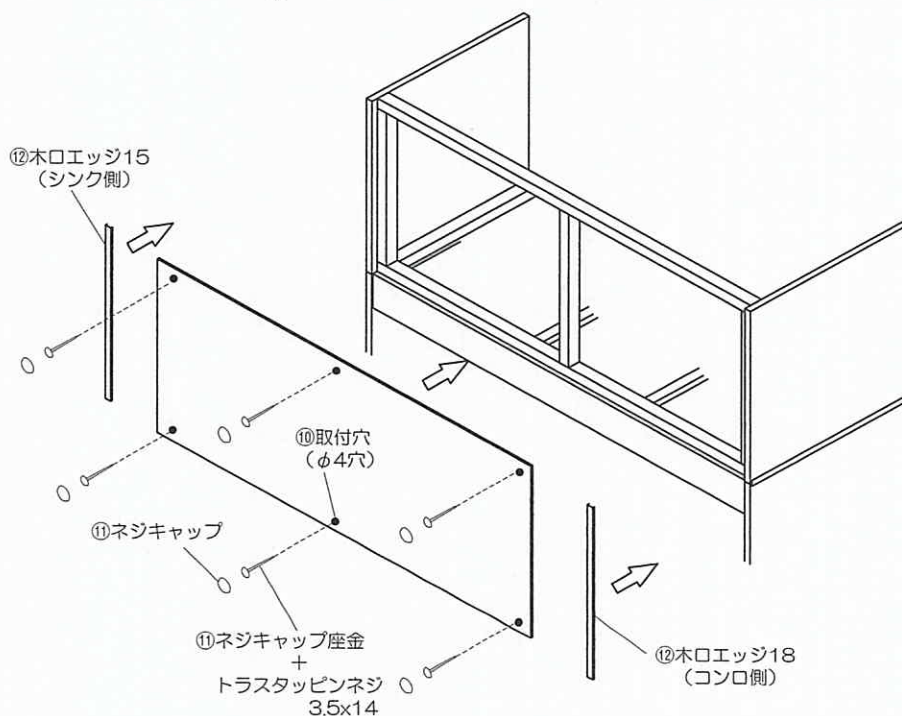

図10
⑩幕板の取付穴の加工 (図10)
⑪幕板の取り付け (図10)
⑫木口エッジの取り付け (図10)